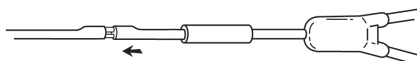

Fig. 5
5. Skjut in den lilla och den stora metallkanylen i kateterlumen tills ersättningskateterns ände befinner sig cirka 3 mm från änden på katetern. (Fig. 5)